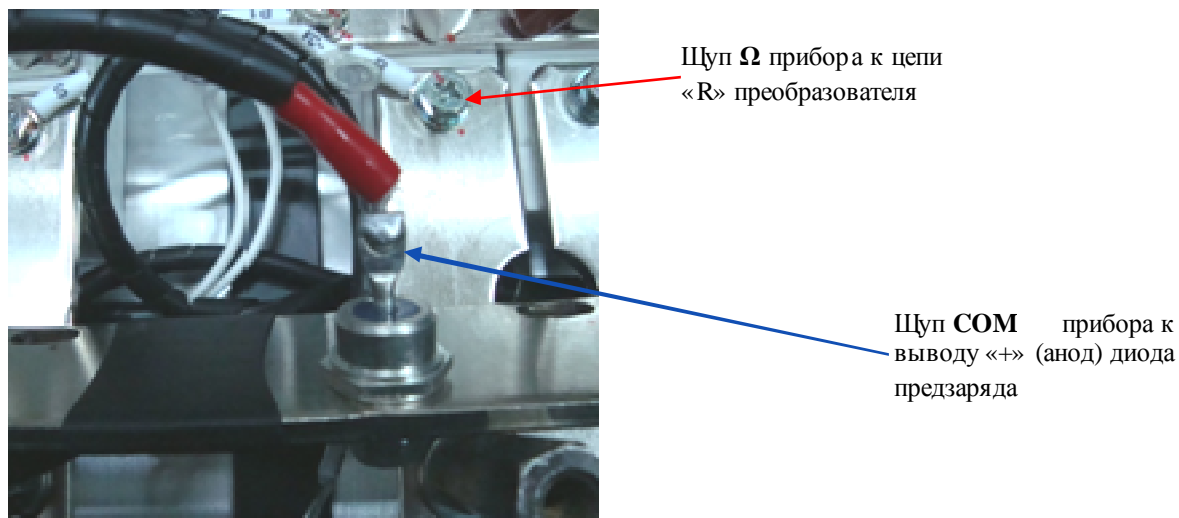

Рис. 4.15.
4.10.4. Проверить резисторы предзаряда (рис. 4.15), подсоединяя мультиметр в режиме измерения сопротивления к цепи «R» и к выводу «+ (анод)» диодов предзаряда. Показания прибора должны быть в пределах $60 \text{ Ом} \pm 10\%$. При иных показаниях прибора резистор предзаряда считается неисправным и подлежит замене.